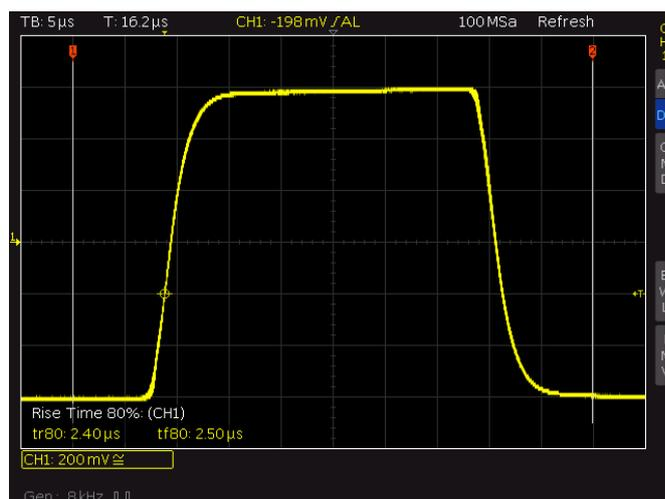

Abbildung 20: Automatische Cursor-Messung
- ▶ Wählen Sie *Rise Time 80%* aus und setzen Sie die Cursor so, dass Anstiegs- und Fallzeit gleichzeitig gemessen werden können, siehe Abbildung 20.